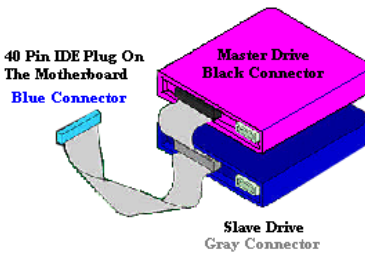

Abb.2-10. Anschluß des ATA/66-Kabel mit dem Motherboard
- Verbinden Sie den **SCHWARZEN** Anschluß mit dem entsprechenden Anschluß auf der Master-Festplatte. Verbinden Sie den **GRAUEN** Anschluß mit dem entsprechenden Anschluß auf der Slave-Festplatte (sekundäre Festplatte, CD ROM, oder Bandlaufwerk). Bitte schauen Sie sich Abb. 2-10 an.